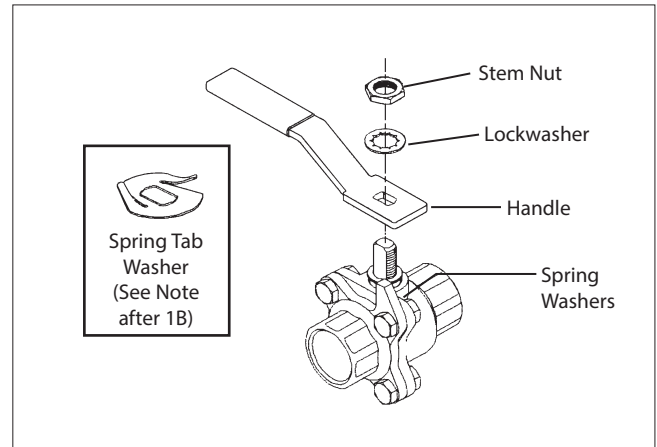

Figure 1.
1. Brass *Clincher*, Model B only, (**Figure 1**): (Single Stem Nut)